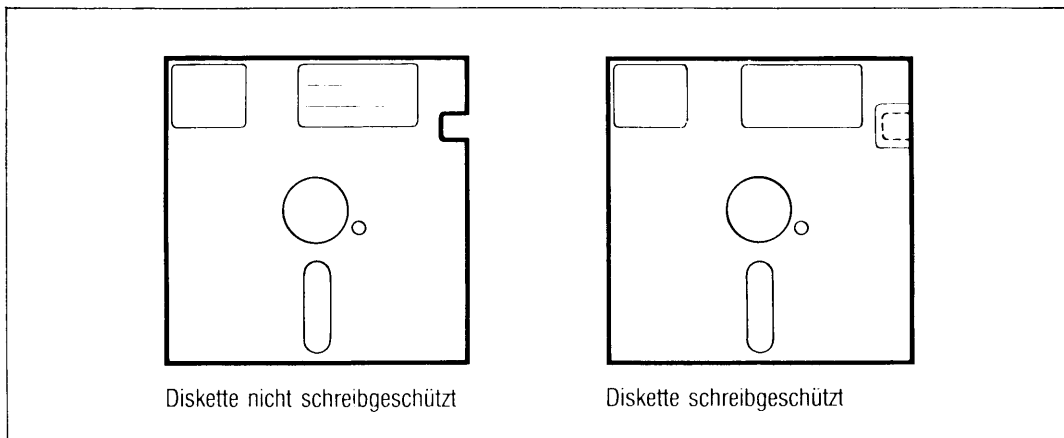

Bild 7 Mechanischer Schreibschutz für 5 1/4 Zoll Disketten
- Sie schützen Ihre 5 1/4 Zoll Disketten vor unbeabsichtigtem Beschreiben oder Löschen wie folgt (siehe Bild 7):